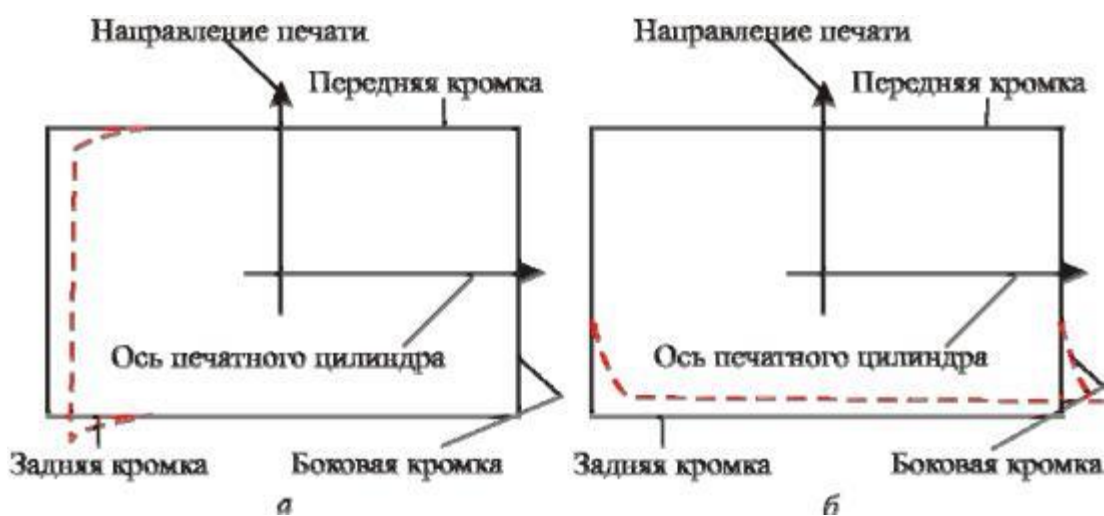

Рис. 4.2. Способи перевероту аркуша
7) спосіб перевертання друкованого аркуша. При друкуванні на аркушевій друкарській машині аркуш запечатується за два прогони спочатку з обличчя, а потім з обороту. Після першого прогону аркуш перевертається, причому перевертатися може по-різному: вздовж передніх упорів, вздовж бічного упору і, нарешті, з обертанням. На рис. 4.2,а показаний переверот аркуша навколо осі, що відповідає напрямку друку, бічні кромки змінюються місцями, передня кромка залишається без змін.
На рис. 4.2,б переверот аркуша здійснюється навколо осі друкарського циліндра, перпендикулярної напрямку друку, передня і задня кромка аркуша змінюються місцями; бічний край залишається без змін.